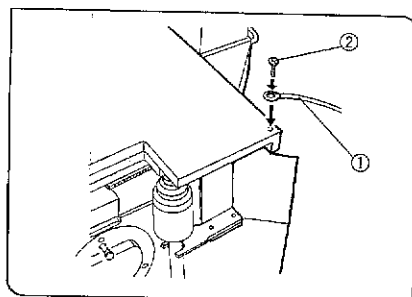

図 63
(図 63)
アース線①とM4ねじ②を準備し、図63のように取付けます。